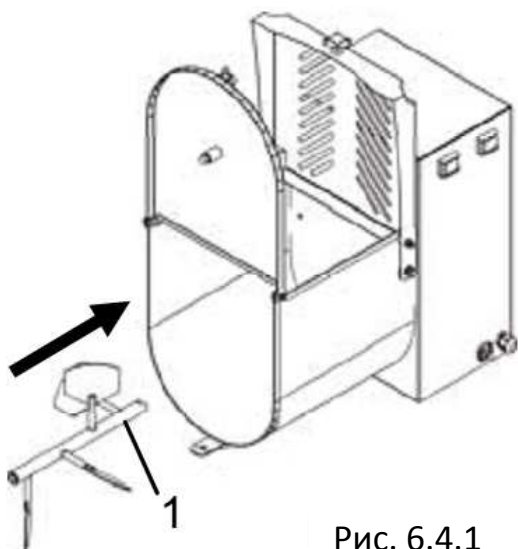

Рис. 6.4.1
- Взять лопасть мешалки поз. 1 (рис. 6.4.1) и установить ее на предусмотренное место, нажав на нее.